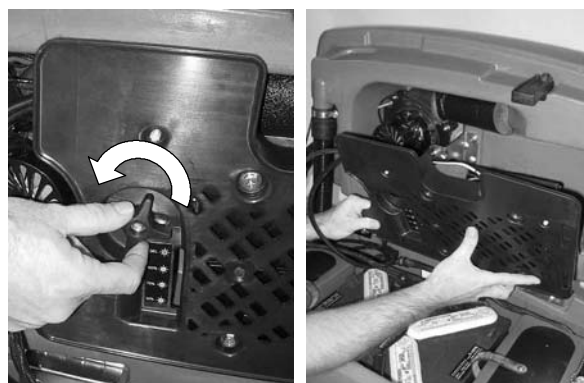

FIG. 36
1. Retirez le bouton qui maintient en position le panneau de fixation du chargeur de batterie et retirez le panneau pour accéder au chargeur de batterie (Figure 36).